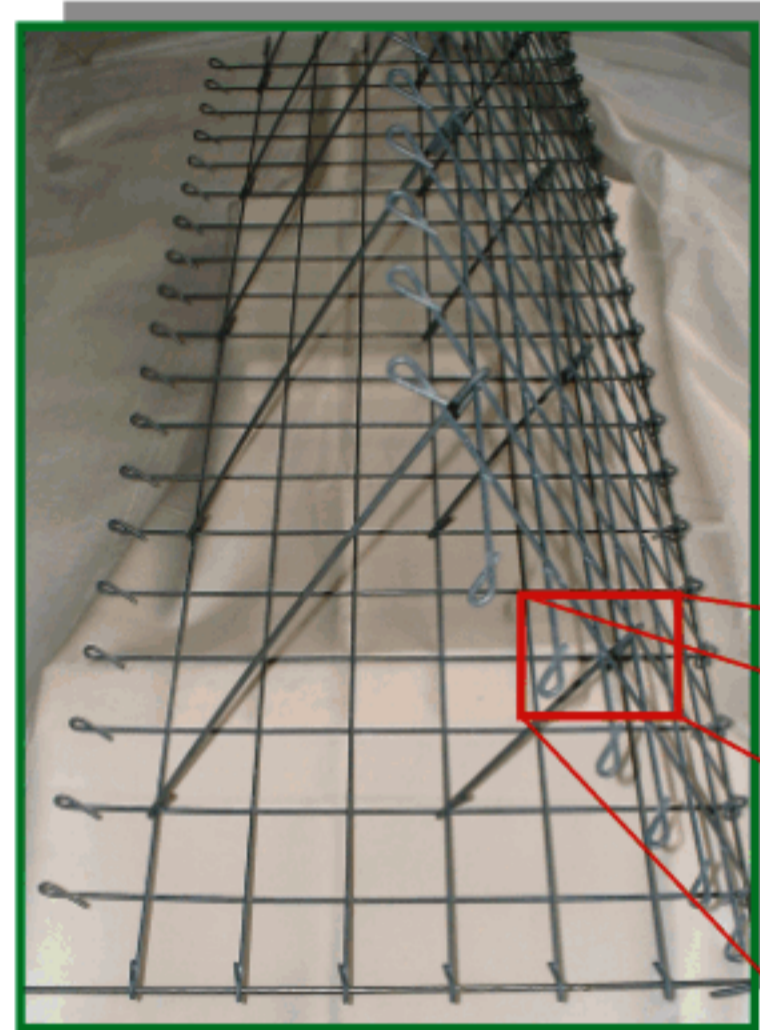

Bild 1:
- Bild 1 -
- Distanzhalter im Abstand von 20 cm und folgend 40 cm (je 2 Stück) eingehängen und an den Enden umbiegen (Bild 1).